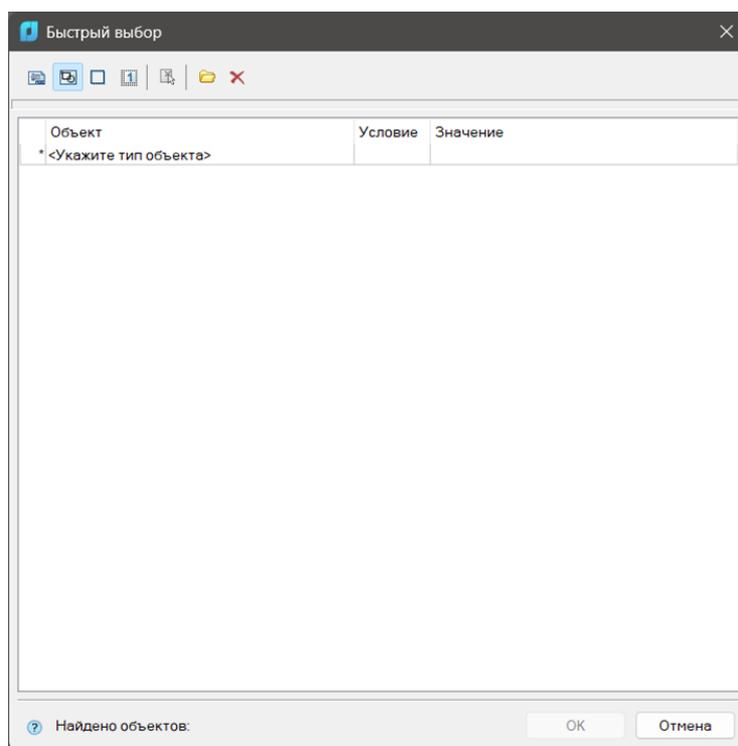

Рис. 4.35
6. Отчёт по выборке объектов — это таблица, создаваемая из отдельных элементов проекта, отбираемым по тем или иным параметрам в окне Быстрого выбора (рис. 4.35).